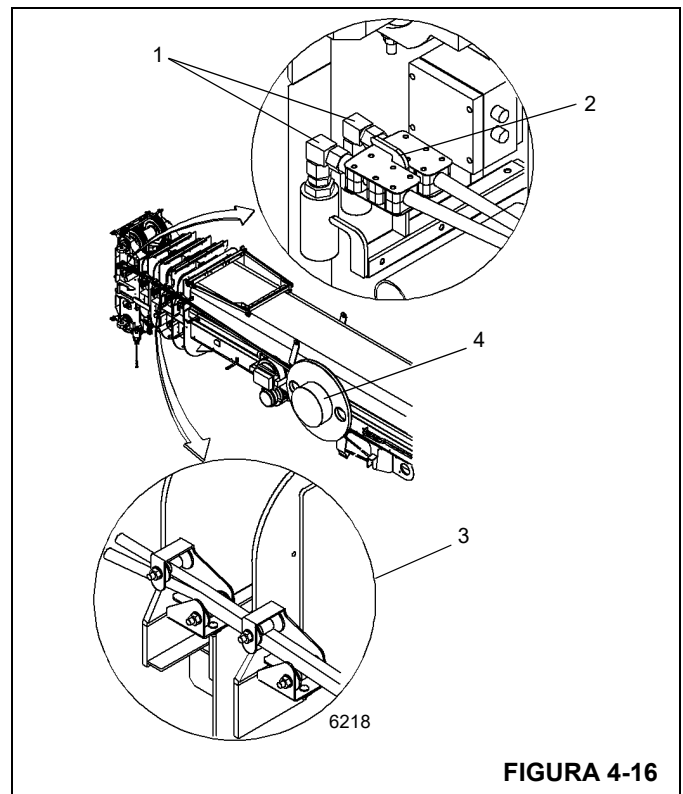

FIGURA 4-16
Si las mangueras se almacenan en el retenedor en la sección de base de la pluma, suelte el pasador de bloqueo del tambor de manguera (4) (Figura 4-16) y tire de las mangueras hidráulicas hacia la punta de la pluma. Fije los acoplado-